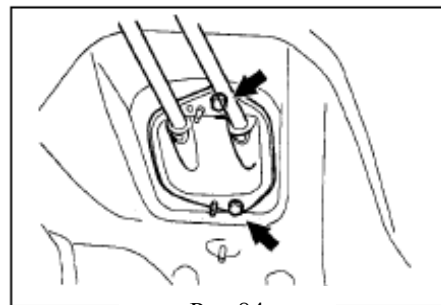

Рис.84
8. Установите тросы управления на трансмиссию. (рис.84)